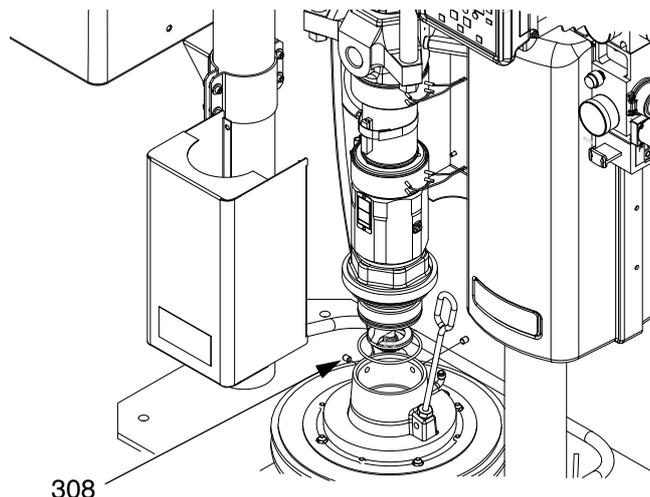

FIG. 42 : Montage en 20, 30, 60 litres
1. Placez le joint torique sur l'admission de la pompe. Consultez la FIG. 42.
3. Fixez la pompe sur le cylindre avec les vis (308).